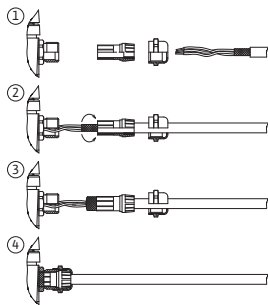

Fig. 24: Suojalevy
Suojaus yhdistetään kaapeliläpivientiin elektroniikkamoduulissa. Katso Fig. 24.
Digitaalisten tulojen, analogisten tulojen ja väyläkommunikoinnin kaapelit tulee suojata kaapeliläpiviennin (Fig. 18, pos. 4, 5 ja 6) metallisen kaapelin holkkitiivisteiden kautta. Suojaus, katso Fig. 24.